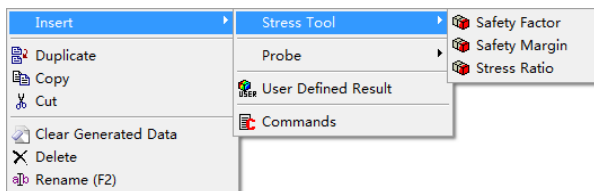

图 26-33 添加应力系数图
9) 在“Stress Tool”对象上右击，然后选择“Insert”→“Stress Tool”→“Safety Factor”，如图 26-33 所示。此时在树结构图中将出现“Safety Factor”对象。